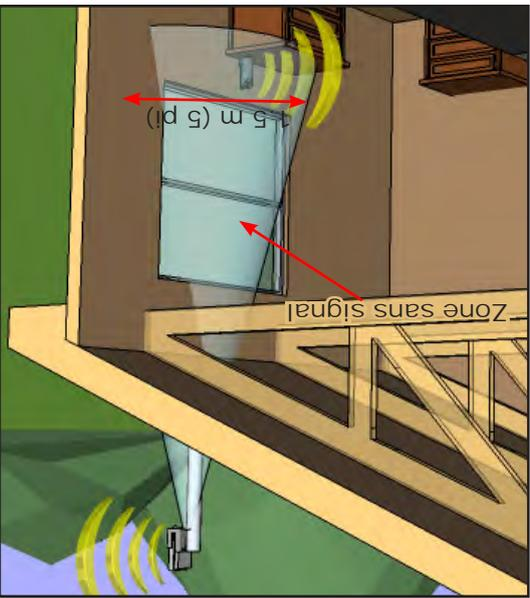

Figure 7-1: MEILLEURE OPTION: Montage extérieure sur pôle
**Diagnostic:** Si vous maintenez une distance de séparation d'au moins 4,6 m (15 pi) verticalement et le voyant rouge reste allumé, déplacez l'antenne de bureau directement sous l'antenne extérieure du support universel, dans la zone sans signal (voir Figures 7-1 et 7-2). Assurez-vous que le nouvel emplacement de l'antenne de bureau respecte les règles 1 et 2 données à la page 5.
1. Choisissez un emplacement sur le toit où l'antenne extérieure du support peut être montée sur un pôle directement au dessus de l'antenne de bureau avec une distance verticale d'au moins 4,6 m (15 pi). Voir la figure 7-1.